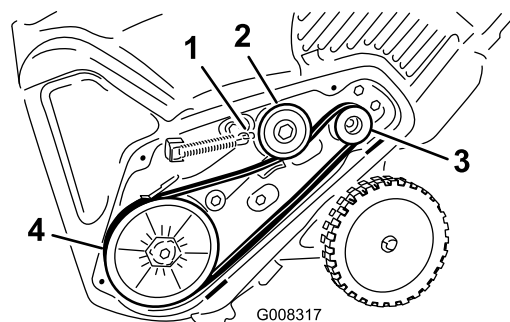

Figure 29
5. Montez et acheminez la nouvelle courroie comme indiqué à la (Figure 29).
8. Raccrochez le ressort de frein au bras de la poulie de tension (Figure 29).